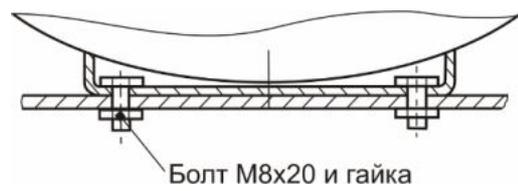

Рисунок 2 – Внешний вид
5.3.2 Установить и закрепить на крыше клетки ресивер 10 на 4 болта М8х20 (рис.2). К ресиверу подсоединить рукав 8, раструб 7. Раструб уложить на два швеллера 6, закрепленные на боковой стенке клетки. Подсоединить шланг подачи сжатого воздуха к входному штекеру 14 ресивера (рабочее давление 8...10 бар.).
6.9. Подведите имеющийся на конце рукава устройства взрывной подкачки раструб (рис.2) к закраине диска. Для этого в клетке предусмотрен специальный проем.